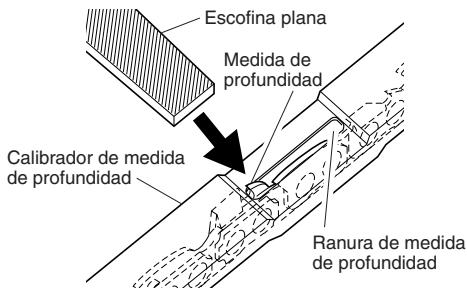

Figura 24 - Calibrador de medida de profundidad en la cadena
- Coloque el calibrador de medida de profundidad (.635 mm) firmemente a lo largo de dos elementos de corte. Asegúrese de que la medida de profundidad penetre en la ranura del calibrador de la medida de profundidad (vea la Figura 24).